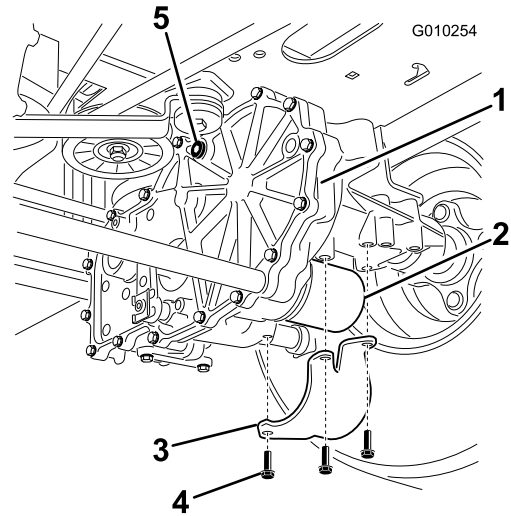

Bild 65
Getriebeantriebssystem ausfindig (Bild 65).
8. Entfernen Sie die drei Schrauben, mit welchen die Filterschutzvorrichtung befestigt ist, und entfernen Sie diese (Bild 65).
4. Bauen Sie den Filterschutz über jeden der Filter, die Sie vorher entfernt haben, aus (Bild 65).
5. Verwenden Sie die 3 Schrauben zum Befestigen des Filterschutzes (Bild 65).
3. Bauen Sie die Entlüftungsschraube ein (Bild 65).